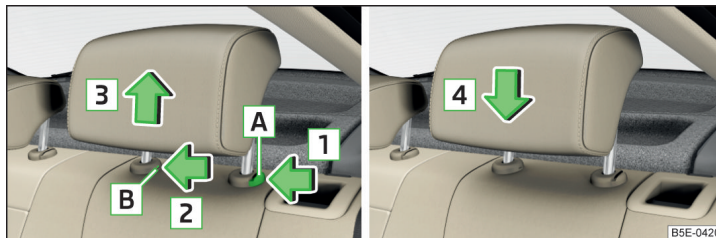

Abb. 93 Kopfstütze hinten herausnehmen/einsetzen
- Die Sicherungstaste **A** in Pfeilrichtung **1** halten, gleichzeitig mit einem Schlitzschraubendreher (mit einer Breite von max. 5 mm) die Sicherungstaste in der Öffnung **B** in Pfeilrichtung **2** drücken und die Stütze in Pfeilrichtung **3** herausnehmen » Abb. 93.